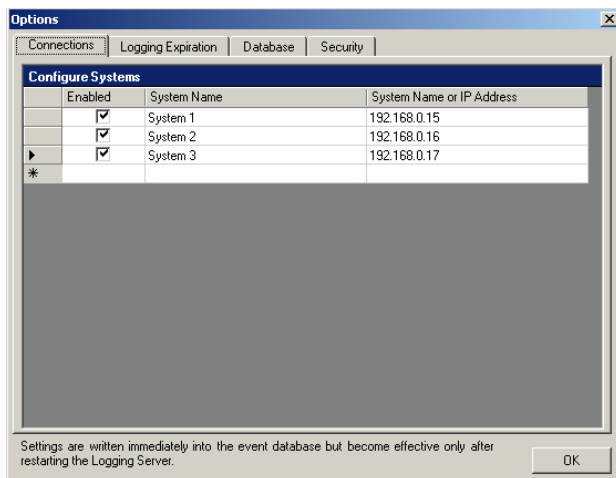

Abbildung 56.10: System löschen (2)
- 2 Drücken Sie auf der Tastatur des PCs, auf dem der *Logging Server* läuft auf die Taste *Entf*. Das System wird von der Liste gestrichen (siehe Abbildung 56.10 für ein Beispiel).